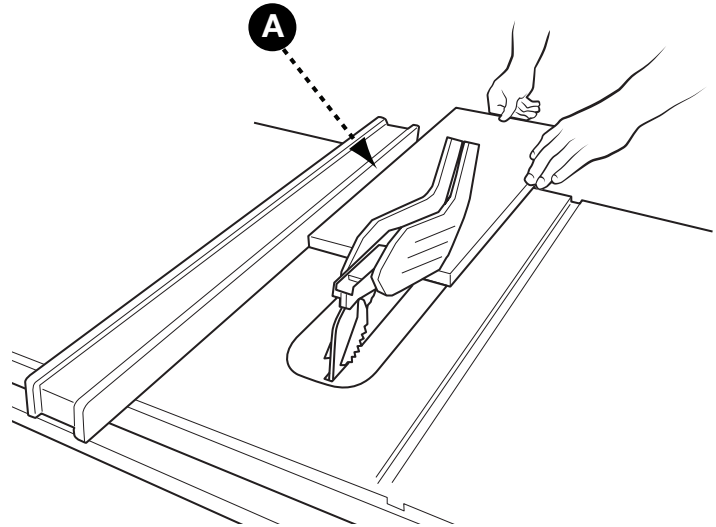

FIGURE 23
8. Tenir la pièce à plat sur la table et contre le guide (A). La pièce doit avoir un bord droit contre le guide et ne doit pas être déformée, tordue ou courbée. Voir la position appropriée des mains sur la figure 23.